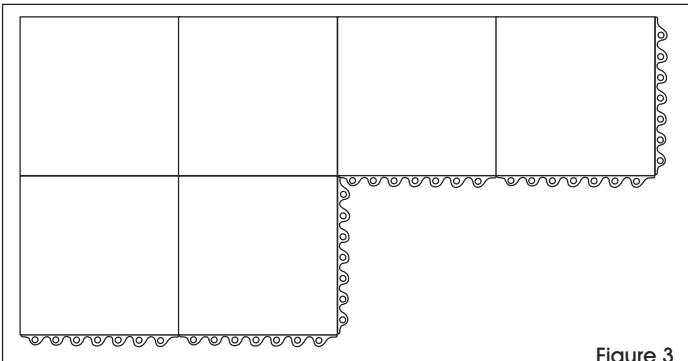

Figure 3
2. Juxtaposez le deuxième carreau au premier en vous assurant que les emboîtures du deuxième carreau sont orientées vers les tiges du premier carreau. Emboîtez les tiges dans les emboîtures. Continuez d'installer les carreaux de tapis, une rangée à la fois, et à emboîter les tiges dans les emboîtures correspondantes. (Voir Figure 3)